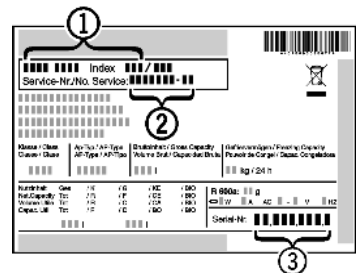

Fig. 10
- ▶ Z nazivne ploščice odčitajte oznako aparata *Fig. 10 (1)*, servisno št. *Fig. 10 (2)* in serijsko št. *Fig. 10 (3)* . Nazivna ploščica se nahaja na levi strani notranjosti aparata.
- ▶ Obvestite servisno službo in jim povejte, za kakšno napako gre, povejte pa tudi oznako aparata *Fig. 10 (1)*, servisno št. *Fig. 10 (2)* in serijsko št. *Fig. 10 (3)*.